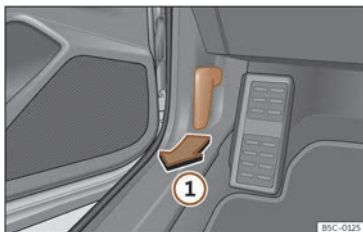

Fig. 183 Leva di sblocco nel vano piedi del lato conducente.
- Aprire la porta e tirare la leva posta al di sotto del cruscotto >>> **fig. 183** ①.